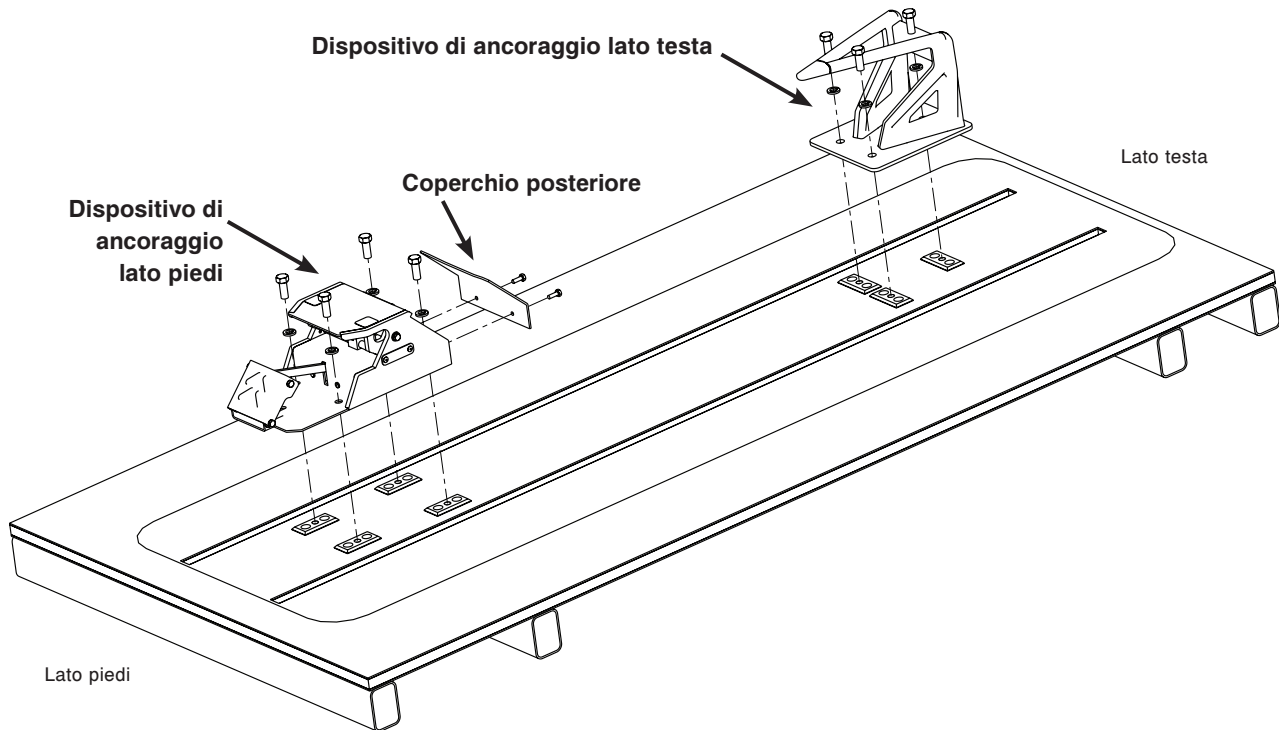

Figura 4 – Dispositivi di ancoraggio per il lato testa e il lato piedi – Installazione della piastra a pavimento
1. Rimuovere il coperchio posteriore dal dispositivo di ancoraggio per il lato piedi. Montare il dispositivo di ancoraggio per il lato piedi sulle quattro piastre a pavimento e fissarlo con viti a testa esagonale da 1/2 poll.-13 e rondelle di bloccaggio (Figura 4). Fissare il coperchio posteriore sul dispositivo di ancoraggio per il lato piedi.
2. Montare il dispositivo di ancoraggio per il lato testa sulle tre piastre a pavimento e fissarlo con tre viti a testa esagonale da 1/2 poll.-13 e rondelle di bloccaggio (Figura 4).